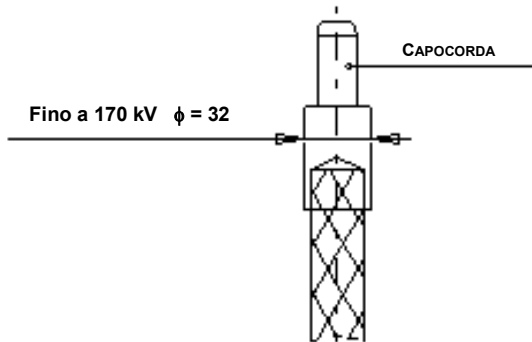

Fig. 12
- per rimuovere il capocorda dalla testa del passante: svitare le 4 viti M8 (4) che fissano il terminale superiore (1) alla testa del passante (5). Rimuovere il terminale superiore tenendo il terminale ben centrato sull'asse del passante per non rovinare la lamelle multicontact (3). La forza da applicare è bassa (circa 10 kg). Verificare che l'O-ring rimanga ben posizionato nella sua sede;
- rimuovere la spina di fissaggio (6);
- rimuovere il capocorda di rame (2) dal conduttore centrale del passante;
- forare la parte inferiore del capocorda (fig. 12): il foro deve avere un diametro di almeno 2 mm più grande del conduttore e almeno 2 mm inferiore al diametro esterno del capocorda;